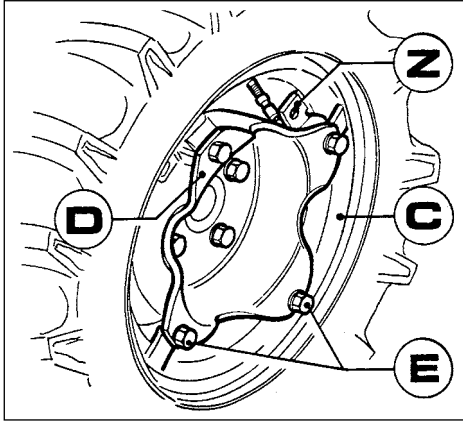

Fig. 18 - Ayarlanabilir diskli tekerlekler
2) Ayarlanabilir diskli tekerlekler (Fig. 18)
Bu tip tekerleklerin ayarlanabilir jantları vardır. İz genişliği, tekerlek göbeğine sabit olan dudağın(D) içinde ya da dışında hareket edebilen, diskte (C) (Z) yardımı ile ayarlanabilir. Disk(C), dudağa (D), civatalar (E) ile sabitlenmiştir, böylece, eğer iz farklı ise, lastik deseninin sağ ileri doğrultuya baktığından emin olun. (Fig. 18)